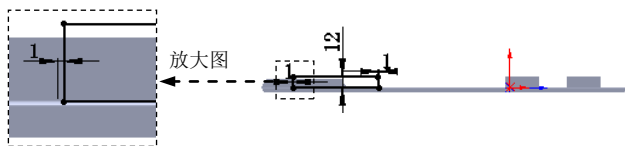

图 17.10.108 横断面草图
(4) 定义释放槽参数。单击选中 ☒ **自定义释放槽类型(R)** 复选框，在此区域中的下拉列表中选择 **矩圆形** 选项；单击选中 ☒ **使用释放槽比例(A)** 复选框，在 **比例(T):** 文本框中输入 2。
(5) 单击  按钮，完成边线—法兰 7 的初步创建。
(6) 编辑边线—法兰 7 的草图。在设计树的 **边线-法兰7** 上右击，在系统弹出的快捷菜单中单击  命令，系统进入草图环境。绘制图 17.10.108 所示的横断面草图。退出草图环境，此时系统完成边线—法兰 7 的创建。